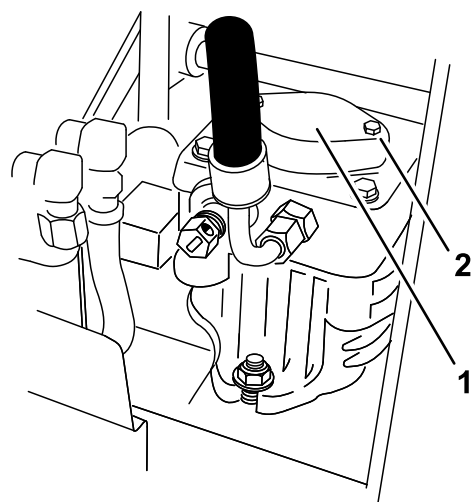

Figure 54
7. Pour amorcer la pompe de charge, desserrez deux vis à tête creuse hexagonale (Figure 54) de seulement un tour et demi. Le moteur doit être arrêté. Soulevez le corps de pompe de charge et attendez que l'huile s'écoule régulièrement dessous. Serrez les vis à tête creuse sur les deux pompes.